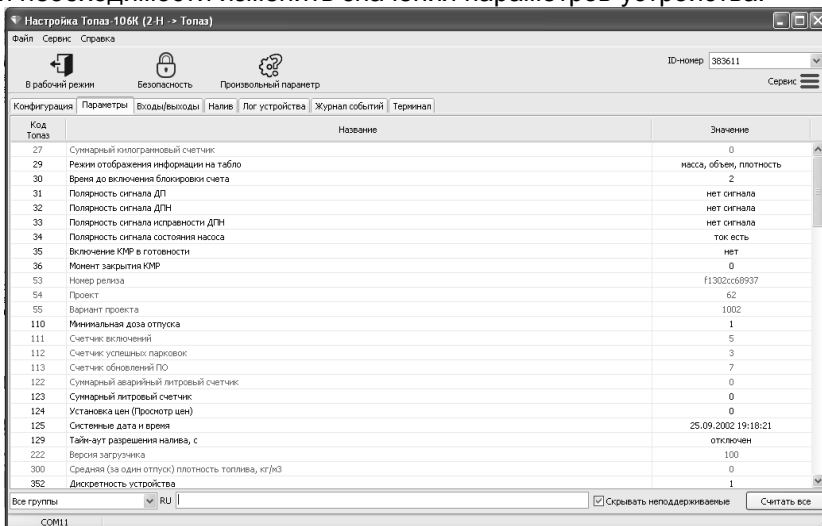

Рисунок 6
10.5 На вкладке "Параметры" (рисунок 6) можно просмотреть и при необходимости изменить значения параметров устройства.